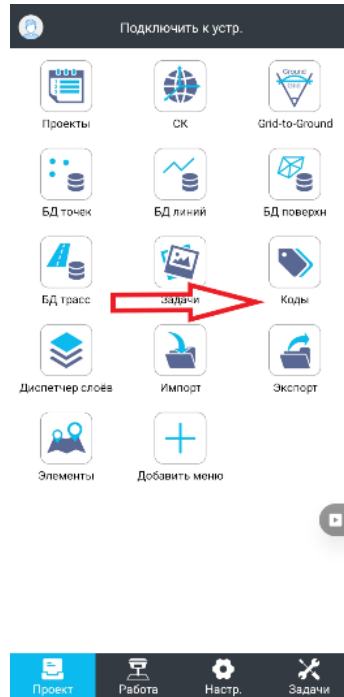
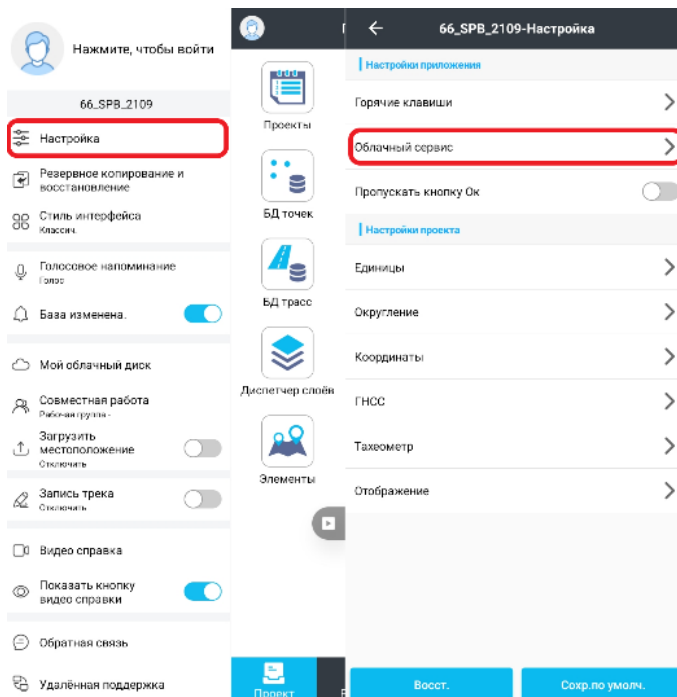

Рисунок 2.2.26
Рисунок 2.2.27
1. В нижнем меню **Проект** свайпом вправо откройте боковую панель (Рисунок 2.2.26 и Рисунок 2.2.27):
2. Перейдите в раздел **Настройки** и выберите **Облачный сервис** (Рисунок 2.2.27):